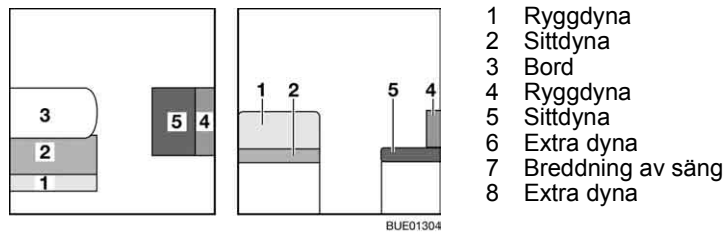

Bild 131 Före ombyggnaden
- Bygg om bordet (Bild 131,3) till sängbotten (se avsnitt 6.11).
- Tag bort ryggdynan (Bild 131,1) och lägg den åt sidan.